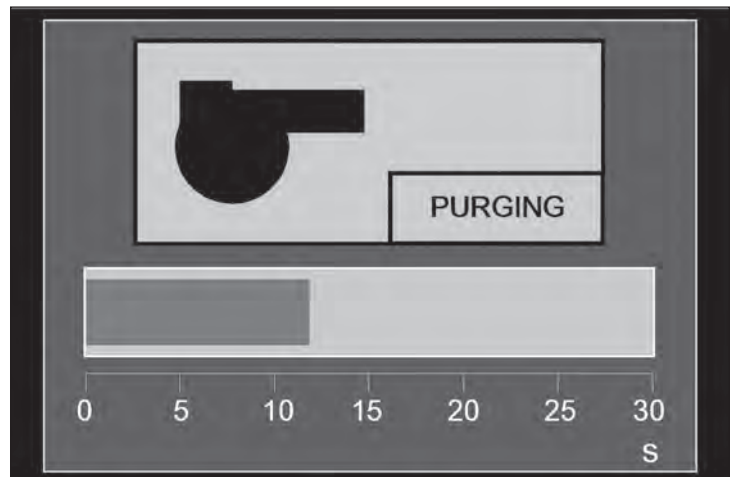

Figura 25
- Purgung (Purga): Elimina los vapores de los gases de la cámara de combustión. Consulte la Figura 25.